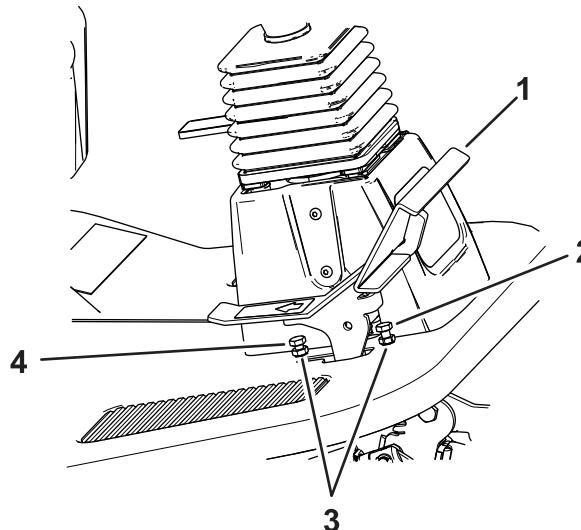

図 79
1. 走行ペダルを前進一杯に押し込む図 79。
- A. レンチを使用して、前進用ペダルストップを保持しながら、ブラケットの裏側にあるジャムナットをゆるめる図 79。
- B. 走行ペダルを希望位置に動かす図 79。
- C. ブラケット裏側のジャムナットで、ペダルストップが走行ペダルに当たるように調整する図 79。